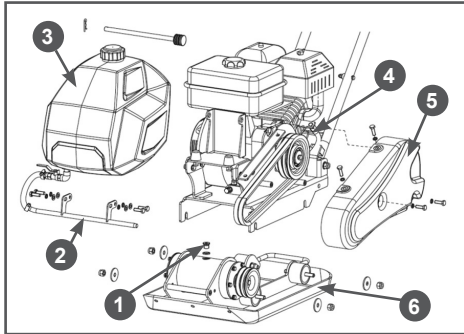

Рис. 28 Снятие рамы с двигателем
В вибратор заливается моторное масло SAE30. Полный объем масла в вибраторе составляет 130 мл. Для поддержания вибратора в рабочем состоянии необходимо менять масло в вибраторе строго в соответствии с графиком ТО. Первая замена масла в вибраторе должна быть через первые 50 часов работы виброплиты, последующие замены масла в вибраторе через каждые 100 часов работы виброплиты. Пробка 1 отверстия для слива/заправки масла в вибратор находится в верхней части вибратора (Рис. 28).
1. Открутите болты крепления и снимите кожух 5 защитный ремней (Рис. 28).
2. Открутите болты крепления трубки подачи воды к рабочей плите и снимите трубку 2 подачи воды и бак 3 для воды (Рис. 28).
3. Ослабьте гайки резиновых амортизаторов, которые соединяют муфту 4 с двигателем и рабочую плиту 6 (Рис. 28).
4. Снимите ремни и отделите раму 4 с двигателем от рабочей плиты 6 (Рис. 28).
5. Очистите зону вокруг пробки отверстия для слива масла и открутите пробку 1 отверстия для слива/заправки масла (Рис. 28).